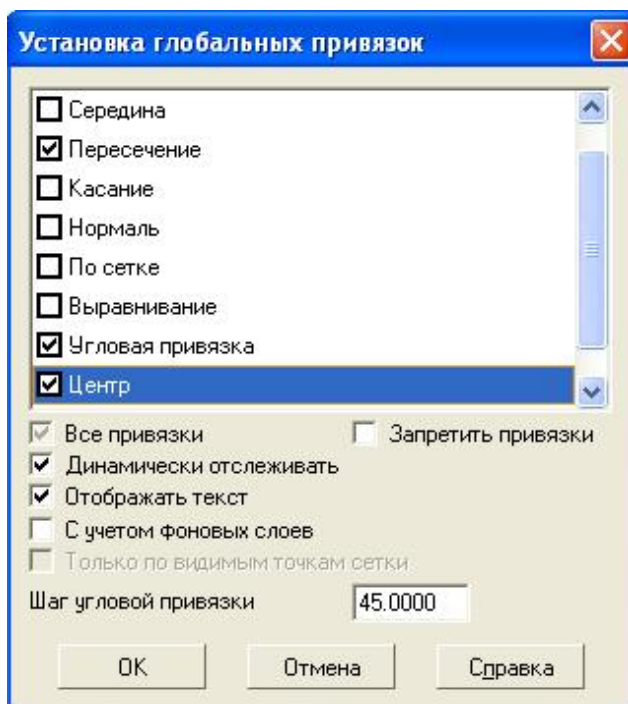

Рис. 3.4. Включение команды **Установка глобальных привязок**
**привязка** панели инструментов **Текущее состояние**. В открывшемся окне **Установка глобальных привязок** (рис. 3.4) установить опцию **Центр**. Центр локальной **СК** при этом совместится с центром указанной окружности.